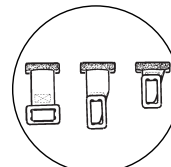

Fig 5b
- Open de gesp en verwijder deze van het kindertuigje door de metalen beugel die aan het uiteinde van de kruisriem is bevestigd eerst door de sleuf in de onderzijde van de zitkuip en vervolgens door de sleuf in de hoek te leiden. Verwijder het andere uiteinde van het juk (fig. 5) en leid vervolgens de riemen van het tuigje door de sleuven in de zitkuip en de hoek. Verwijder de riemmoen door ze voorzichtig door de sleuven te leiden (fig. 5B). Maak de elastische bevestigingslusen onderaan de achterzijde van de zitkuip los. Trek nu de hoek van de rand van de zitkuip en de vierkante bevestigingsplaat bij de riemversteller (fig. 1) los.